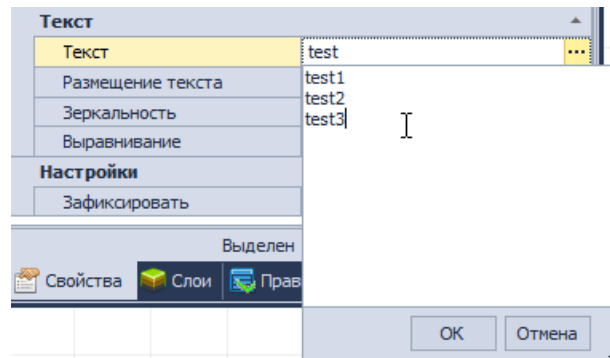

Рис. 399 Ввод текста
- Пункт «Текст», поле «Текст» - нажатие на строку вызывает окно отображения и ввода текста, Рис. 399.